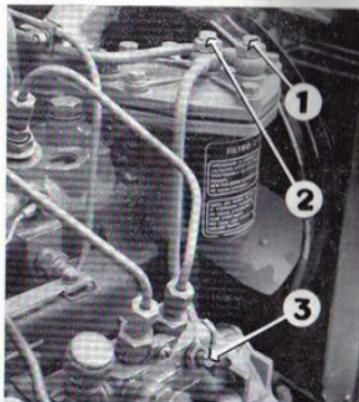
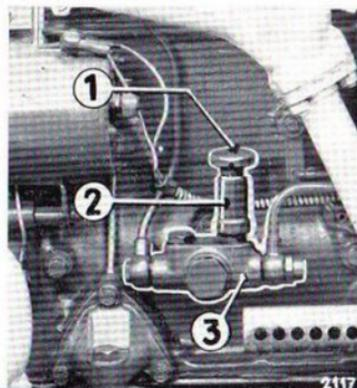

FIG. 10. — Purge d'air du filtre à combustible et de la pompe d'injection.
FIG. 11. — Pompe d'alimentation en combustible.
a) Dévisser d'un tour la vis de purge d'air placée sur le raccord d'arrivée du gas-oil au filtre à combustible (1 fig. 10). Dévisser le chapeau de la pompe d'amorçage à main (1 fig. 11).
Recommencer l'opération pour la vis de purge du raccord de sortie du filtre à combustible (2 fig. 10).
- b) Dévisser d'un tour la vis de purge située sur la pompe d'injection (3 fig. 10) et actionner à nouveau le piston de la pompe à main. Dès que le combustible sortira sans bulles d'air, rebloquer la vis et après quelques coups supplémentaires de pompe, revisser à fond le chapeau de cette dernière afin d'éviter des entrées d'air sur la périphérie du piston qui n'offre qu'une sécurité relative au point de vue étanchéité.